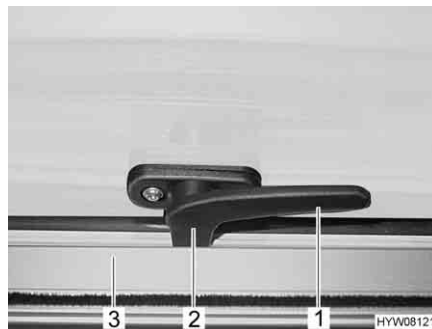

Bild 80 Låsarm i läget "stängd"
- Sväng låsarmen (Bild 80,1) ett kvarts varv mot fönstrets mitt.
- Sväng låsarmen (Bild 80,1) ett kvarts varv mot fönsterkarmen. Låsspaken (Bild 80,2) är placerad på insidan av fönsterlåset (Bild 80,3).